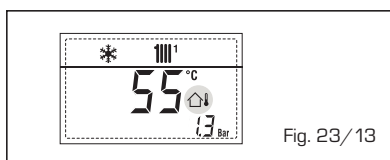

Fig. 23/13
- **INTERVENCIÓN TERMOSTATO DE SEGURIDAD PRIMERA ZONA MEZCLADA "ALL 20"** (fig. 23/14)